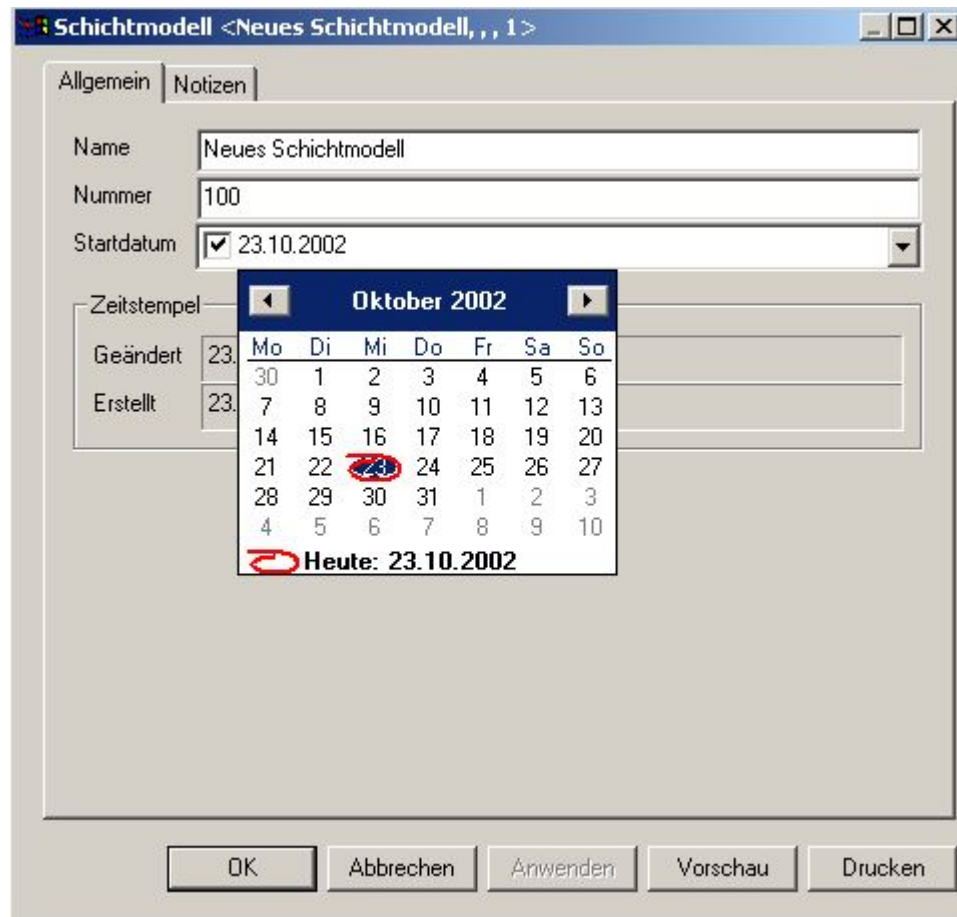

Abbildung 29: Basisdaten für Schichtmodell eingeben
- der Eigenschaftsdialog, in dem das Schichtmodell bezeichnet und das Startdatum festgelegt wird. Siehe auch: Abbildung 29.